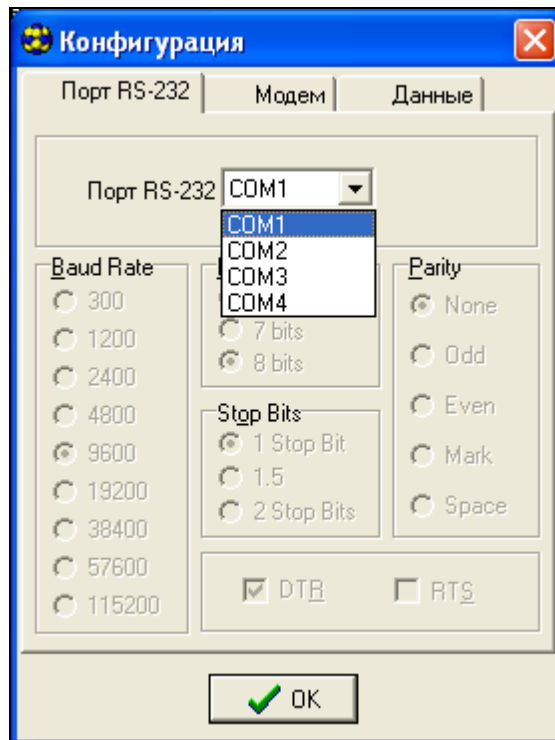

Рис. 7. Окно "Конфигурация".
4. Выберите порт компьютера, к которому подключен модуль (см.: рис. 7).